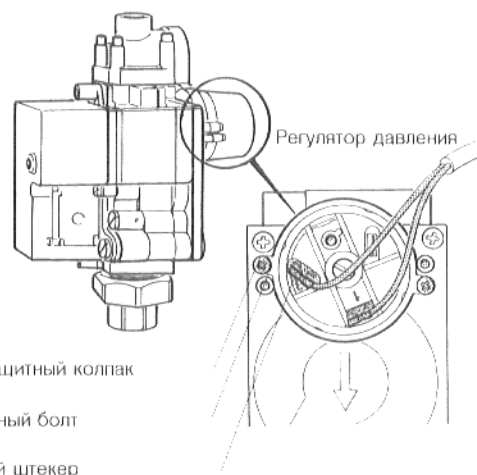

Рис. 31. Регулятор давления у "BM" 762-014
- ✦ Снять защитный колпак регулятора давления газа, ослабив оба болта. При этом снять плоский штекер (рис. 31).
- ✦ Снять регулятор давления, ослабив два стопорных болта (рис. 31). О-образное кольцо впоследствии опять употребляется